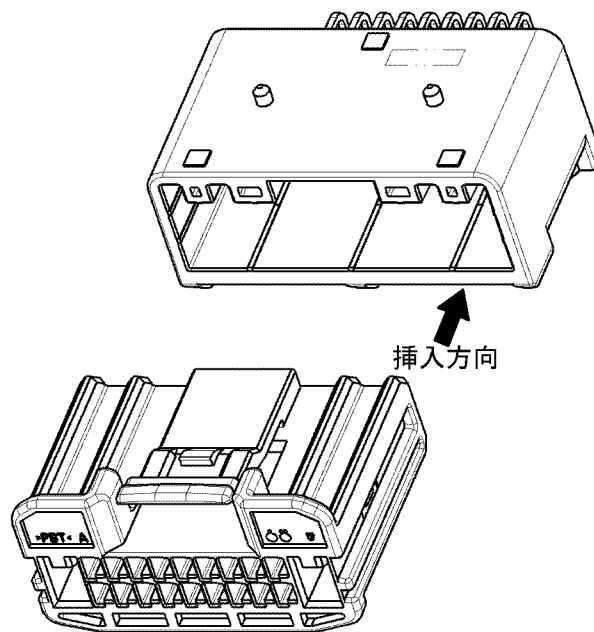

Fig.17
(1) 端子のハウジングへの装着状態、電線の束ね位置は正しいか、またリテーナーが本係止状態になっていることを確認して下さい。仮係止状態になっている場合は本係止状態にして下さい。(6.2 ダブルロック(二重係止)作業参照)。
(2) 次に、端子の変形、変色、傷、錆、ハウジングの変形、割れ、欠損、変色等の異常がないか確認して下さい。
(3) 指定のメス・ハウジングをオス・コネクタにFig.17のような向きに真っ直ぐ挿入して下さい。